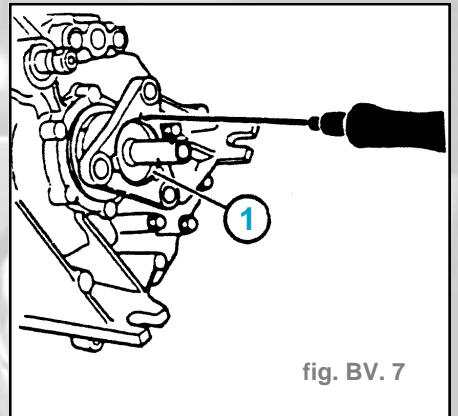

fig. BV. 7
- Dégager la plaquette d'arrêteoir (1) (fig. BV. 7).